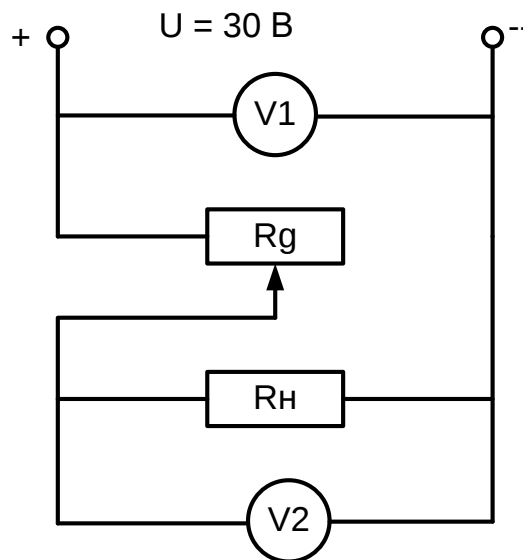

Рис. 2.2      Схема дослідження реостатного датчика
1. Зібрати схему згідно рис. 2.2